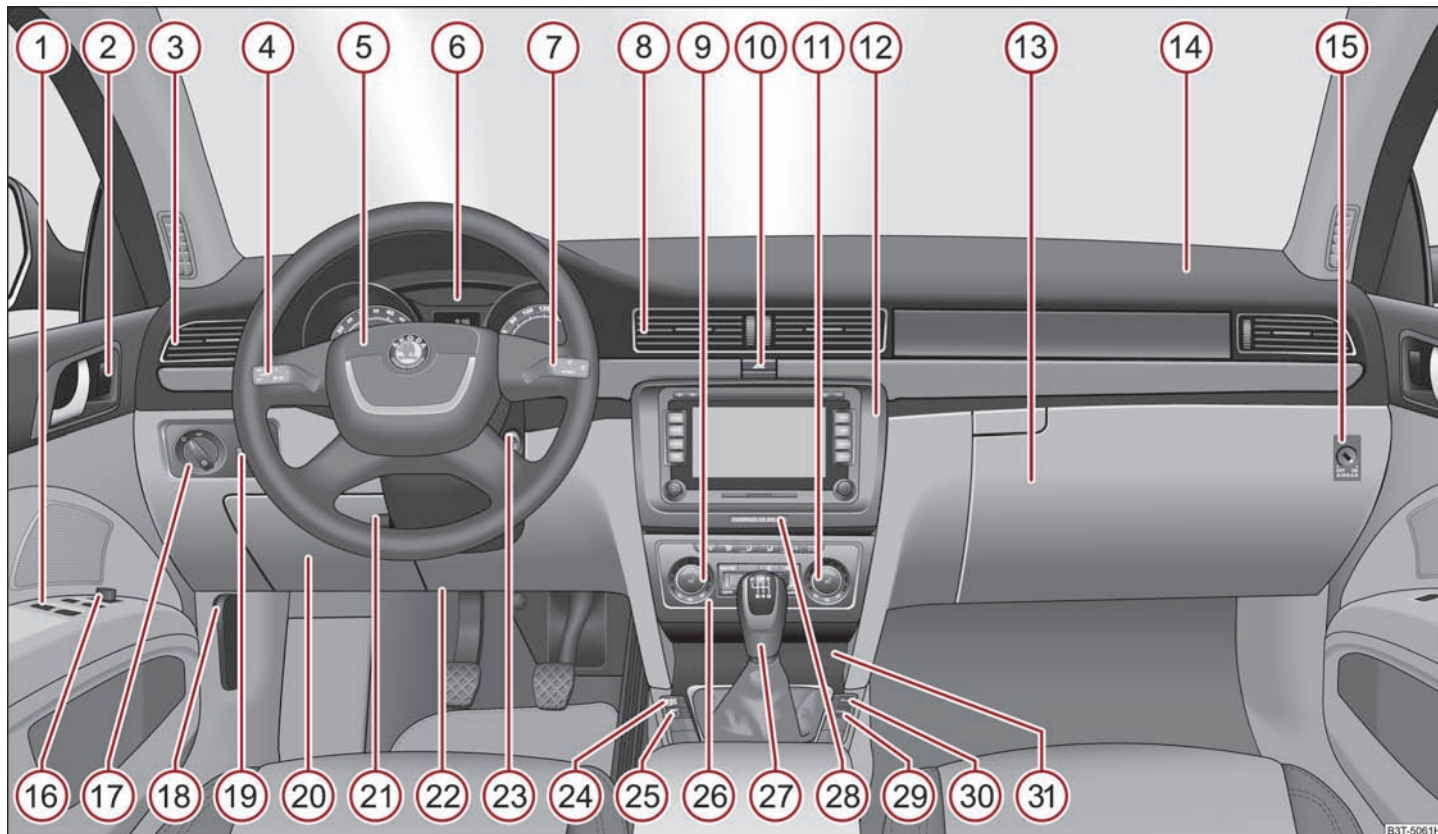

Abb.1 Cockpit
- Bei Fahrzeugen mit Rechtslenkung weicht die Anordnung der Bedienungselemente zum Teil von der in ⇒ **Abb. 1** gezeigten Anordnung ab. Die Symbole entsprechen jedoch den einzelnen Bedienungselementen. ■